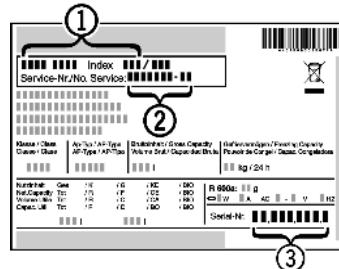

Fig. 12
- Identificați denumirea aparatului Fig. 12 (1), numărul de service Fig. 12 (2) și numărul de serie Fig. 12 (3) pe marca de fabricație. Marca de fabricație se află pe partea stângă în interiorul aparatului.
- Informați serviciul de asistență a clientilor și comunicați tipul defecțiunii, denumirea aparatului Fig. 12 (1), numărul de service Fig. 12 (2) și numărul de serie Fig. 12 (3).